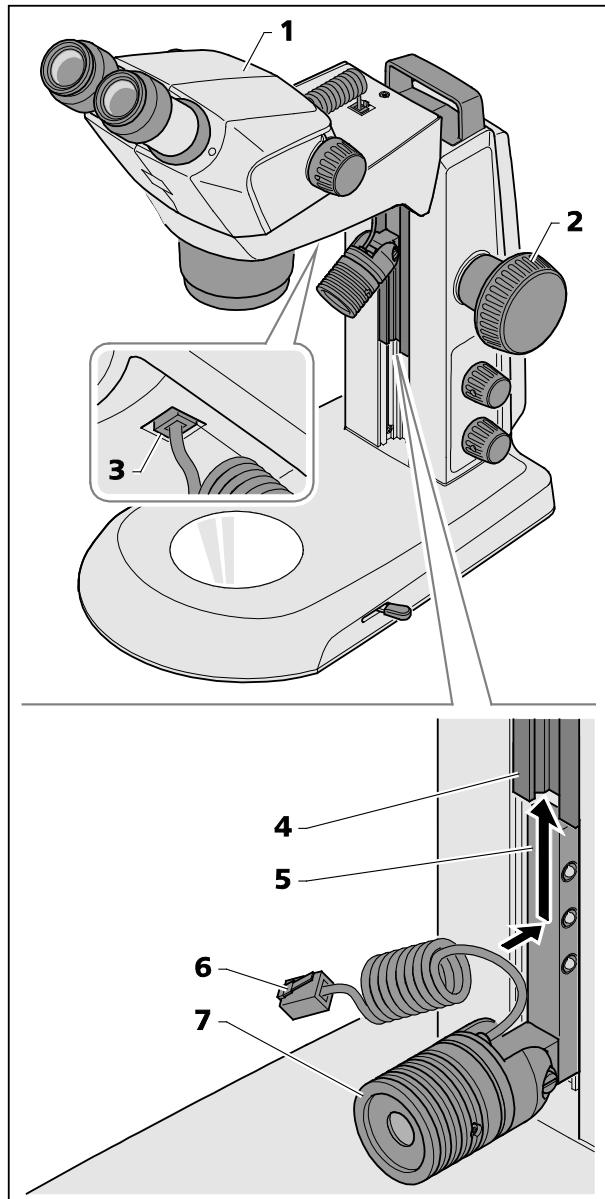

Fig. 12 Montage du spot
- Montez le corps de microscope (Fig. 12/1) en position de butée maximale au moyen de la molette de mise au point (Fig. 12/2).
- Appliquez le bas du support (Fig. 12/5) du spot (Fig. 12/7) sur le rail du statif (Fig. 12/4) puis redressez-le support et glissez-le vers le haut jusqu'à la position désirée.
- Introduisez la fiche du câble de raccordement (Fig. 12/6) du spot dans la prise inférieure du support du microscope (Fig. 12/3).